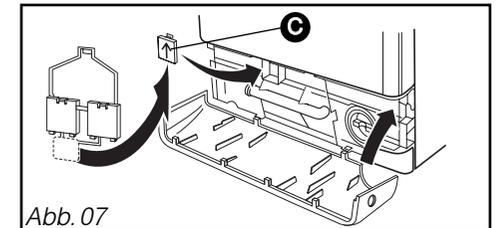

Abb. 07
- Das Loch der Sicherung mit der mitgelieferten Abdeckung **C** abdecken (Abb. 07).
- Blende wieder mit Klips befestigen (Abb. 07).